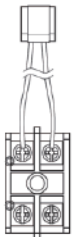

Fig.1
- 1 Zoek de klemmenblokket van de reserveverwarming (afb. 1).